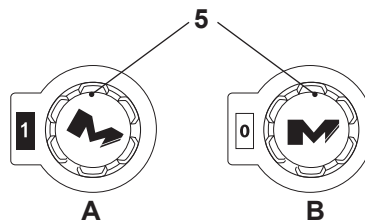

Fig. 14
- > Configure o botão liga / desliga (5) na posição “1” para ligar o produto (Fig. 14, A).
- > Configure o botão liga / desliga (5) na posição “0” para desligar o produto (Fig. 14, B).